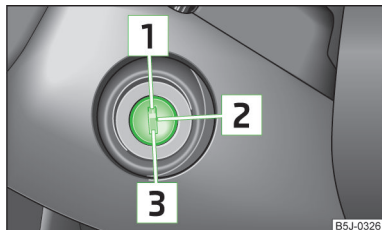

Fig. 86
- În timpul deplasării, la oprirea motorului, cheia trebuie să se găsească întotdeauna în poziția **[2]** » **fig. 86** la pagina 98 (contact cuplat). Această poziție este semnalizată prin aprinderea de lămpi de control. Dacă acest lucru nu se întâmplă, mecanismul de direcție se poate bloca neintenționat - Pericol de accident!
- Demarorul poate fi acționat numai când motorul nu este pornit și autovehiculul staționează. Dacă se acționează demarorul când motorul este în funcțiune **[3]** » **fig. 86** la pagina 98, se poate deteriora demarorul, respectiv motorul.
Motoare pe benzină » fig. 86
Motoarele diesel » fig. 86
Dacă **mecanismul de direcție este blocat** iar cheia nu se poate roti, sau se rotește cu greu în poziția **2** » fig. 86, atunci volanul trebuie rotit puțin încolo și înapoi - astfel se deblochează mecanismul de direcție.
- Cuplați contactul **2** » fig. 86 la pagina 98.
Oprți motorul prin rotirea cheii de contact în poziția  » fig. 86 la pagina 98.